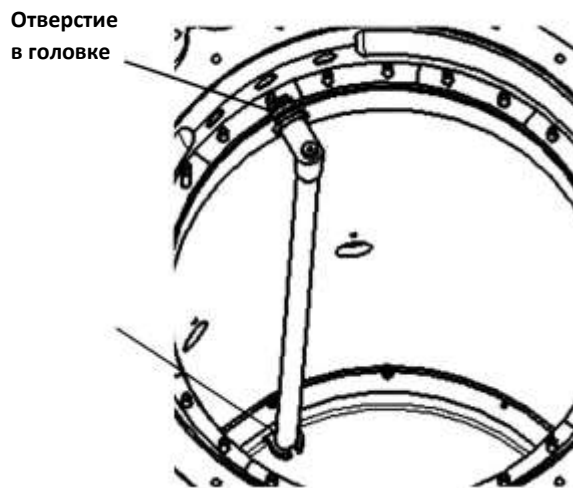

Рис. 32.
- Установите держатель сифонной трубки в отверстие фланца головки устройства РПН (Рис.32).